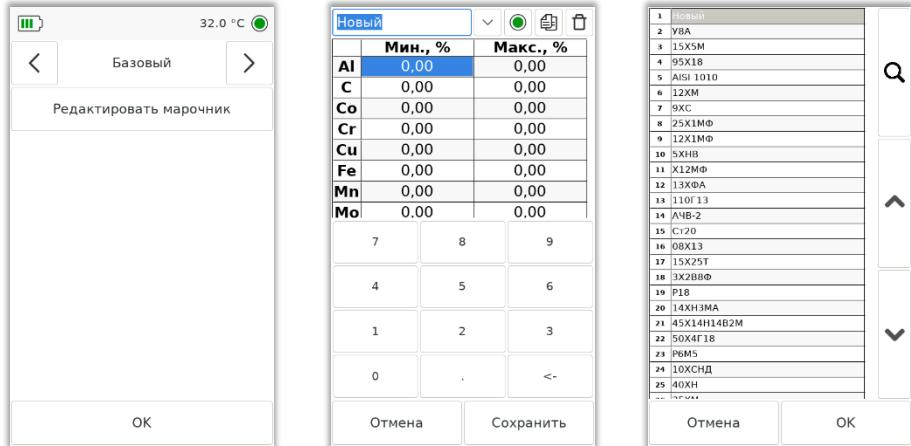

Рисунок 60 Редактор марочника
- 5.9.2. Выберите необходимый, используя стрелки вправо/влево. Нажмите кнопку «Редактировать марочник» (Рисунок 60), чтобы перейти к редактированию или добавлению марок.